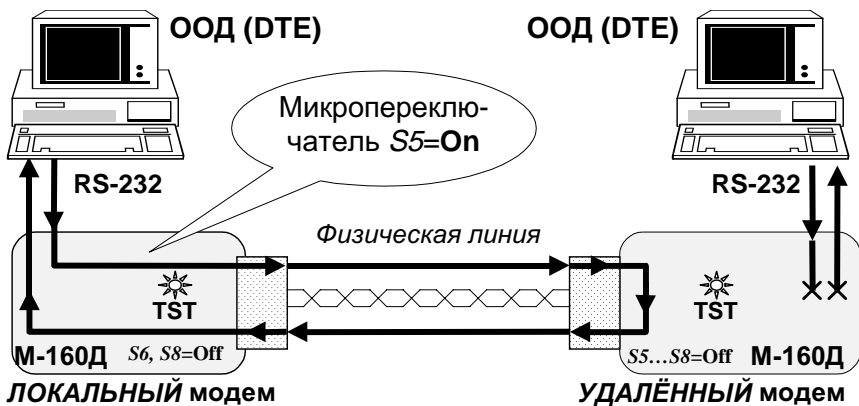

Рис. 10 Проверка Удаленный шлейф (RDL)
Проверка Удаленный шлейф (RDL) устанавливает заворот данных (шлейф) на УДАЛЕННОМ модеме в сторону ЛОКАЛЬНОГО модема. Проверка Удаленный шлейф (Remote Digital Loopback) обеспечивает возможность полной проверки канала передачи данных, образованного с помощью двух модемов M-160Д. Рис. 10 иллюстрирует принцип проверки Удаленный шлейф (RDL) для одного направления. Модем позволяет выполнить проверку канала передачи данных как с помощью внешнего ООД (DTE), так и в автономном режиме с помощью встроенного анализатора – BER-тестера.
Для организации проверки канала передачи данных в режиме *Удаленный шлейф (RDL)* с помощью ООД (DTE) необходимо подключить модемы и установить требуемые параметры обмена (микрореле S8=**Off**). Затем на одном модеме, назовем этот модем **ЛОКАЛЬНЫМ**, необходимо установить микрореле S5 в положение **On**. На другом модеме, см.Рис. 10, назовем его **УДАЛЕННЫМ**, микрореле S5...S8 должны находиться в положении **Off** (рабочий режим).
1. **ЛОКАЛЬНЫЙ** модем переводит выходную цепь *DCD RS-232* в пассивное состояние, гасит индикатор **CD**, затем переводит **УДАЛЕННЫЙ** модем в режим заворота данных в физическую линию, см.Рис. 10.